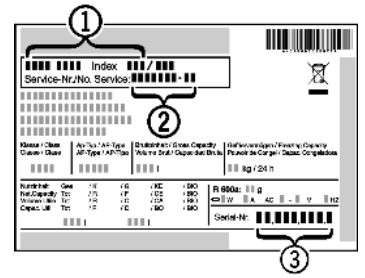

Fig. 8
- ▶ Прочетете от идентификационната табелка описанието на уреда Fig. 8 (1), сервисния № Fig. 8 (2) и серийния № Fig. 8 (3). Идентификационната табелка се намира на лявата вътрешна стена на уреда.
- ▶ Обадете се на сервисната служба и посочете неизправността, описанието на уреда Fig. 8 (1), сервисния № Fig. 8 (2) и серийния № Fig. 8 (3).